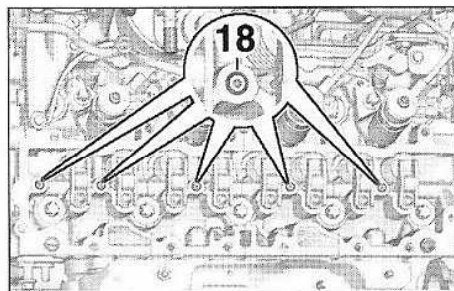

FIG.85
- Remplacer systématiquement les joints (18) (Fig.85).